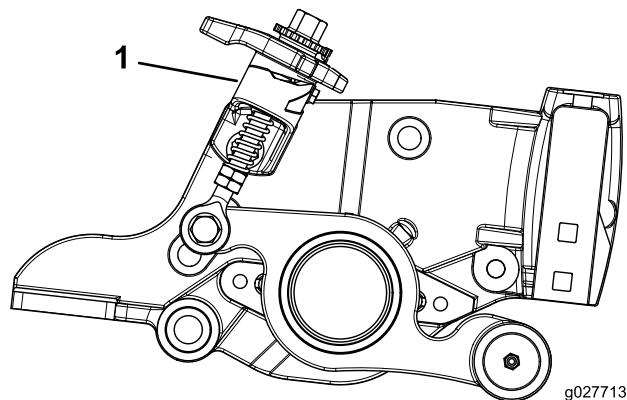
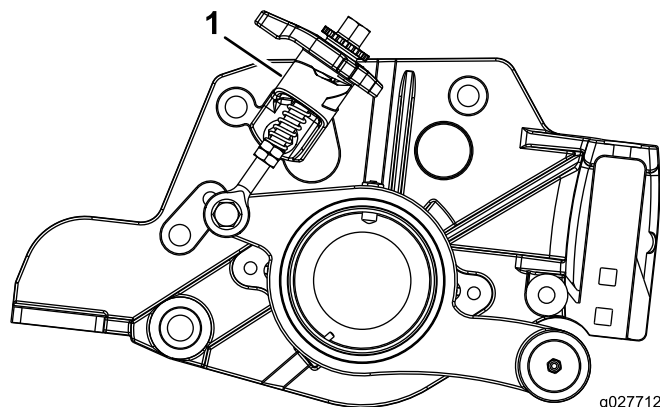

图12
图13
- 对于液压型号，使用套件的预组装零件，组装滚刀马达侧的快速升起组件，如 图9、图12 和 图13 所示。